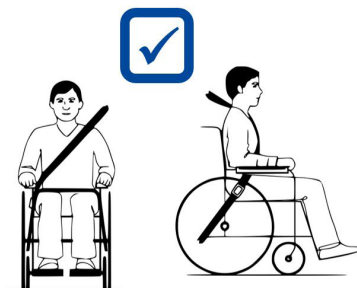

Figura 4
8. Accertarsi che le cinture di ritenuta trasversali passino sopra le spalle; vedere la Figura 4.